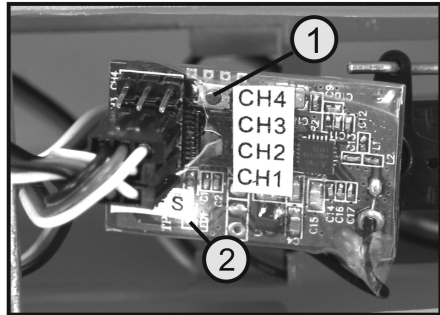

Figure 19
→ Immédiatement après l'activation le récepteur tente de recevoir un signal valide de l'émetteur. Si l'émetteur n'est pas allumé ou n'est pas appairé au récepteur, la DEL du récepteur s'éteint peu de temps après (voir figure 19, pos. 2). Lorsqu'un récepteur est appairé correctement la DEL s'allume en permanence si un signal émetteur valide est reçu.